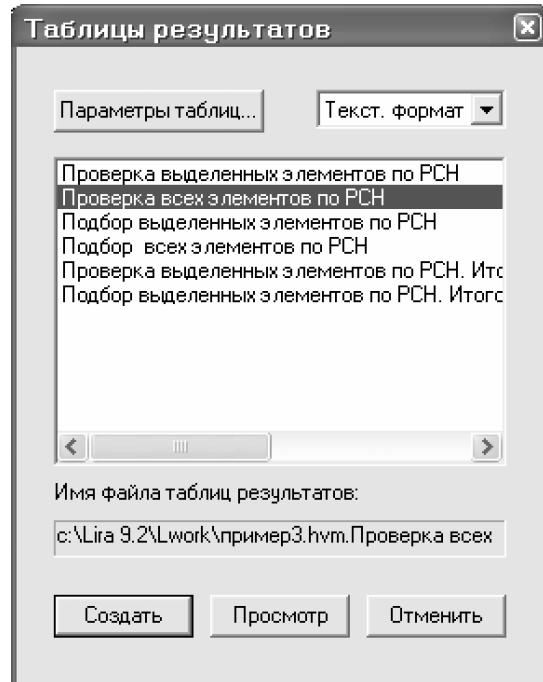

Рис.3.32. Диалоговое окно Таблицы результатов
- Вызовите диалоговое окно **Таблицы результатов** (рис.3.32) с помощью меню **Результаты** ⇒ **Стандартные таблицы** (кнопка  на панели инструментов).